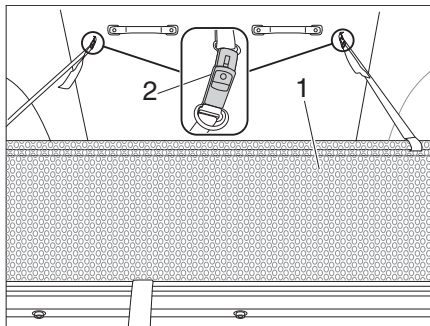

Fig. 21 Sicura anticaduta
- Estrarre la sicura anticaduta (Fig. 21,1) da sotto il materasso.
- Fissare la sicura anticaduta al tetto sollevabile con la fibbia per cinghia (Fig. 21,2).
- Sbloccare la fibbia per cinghia (Fig. 21,2).
- Stivare la sicura anticaduta (Fig. 21,1) sotto il materasso.